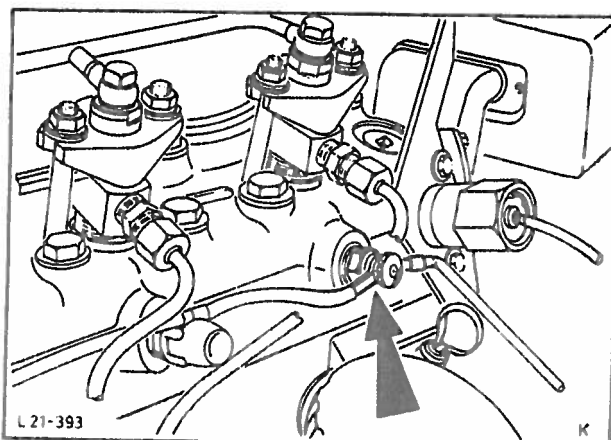

Fig. 106 Frakopling av ledninger på glødeplugg.
6. Kople ledningene av fra glødepluggene, fig. 106 og fra temperatursenderen. Demonter kabelen for tomgangsjustering på topplokket (i fjerring).